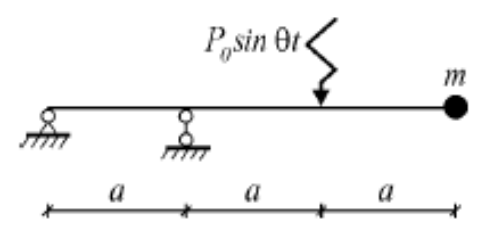

Рис. 2.18
5. Построить эпюру динамических моментов  $M_{дин}$  для балки постоянной жесткости  $EI$  (рис. 2.18) при действии вибрационной силы  $P_0 \sin \theta t$  с частотой